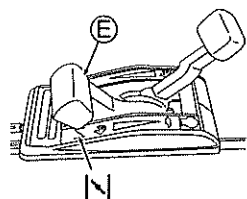

Fig. 11
- 3 Coloque a alavanca do acelerador (E) na posição de afogador "N". (Veja a fig. 11) (O motor pode ser acionado com a alavanca em "E" quando está quente.)